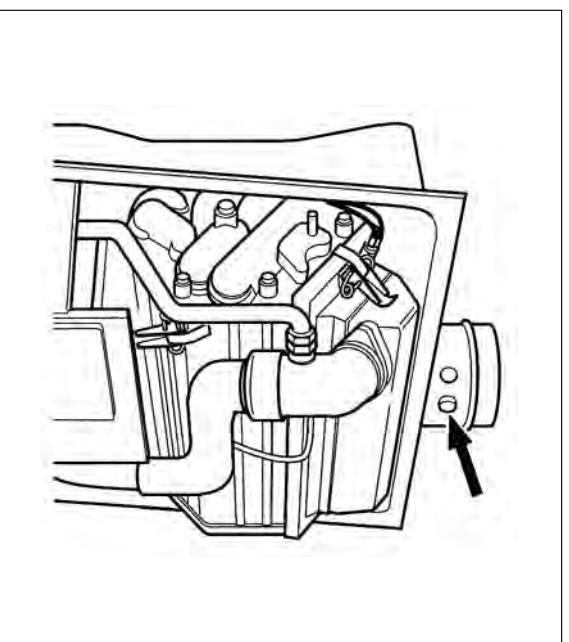

Fig. 32
- Togliere il tappo per il prelievo fumi (Fig. 32) e rilevare la misurazione del contenuto di CO2.